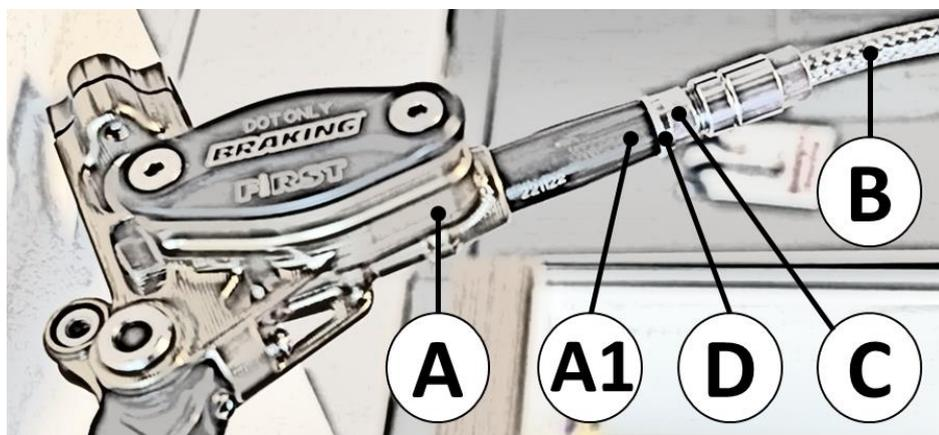

Figura 28: Smontaggio tubo lato pompa
- 1) Estrarre il tubo **B**, svitando l'inserto esagonale lato pompa **C** con una chiave per dadi esagonali 8mm, dall'estremità filettata **A1** della cartuccia **A**, assicurandosi che non vi siano perdite. Togliere l'inserto esagonale lato cartuccia **C**, e rimuovere dall'innesto **A1** la rondella in alluminio **D** (**Figura 28**)